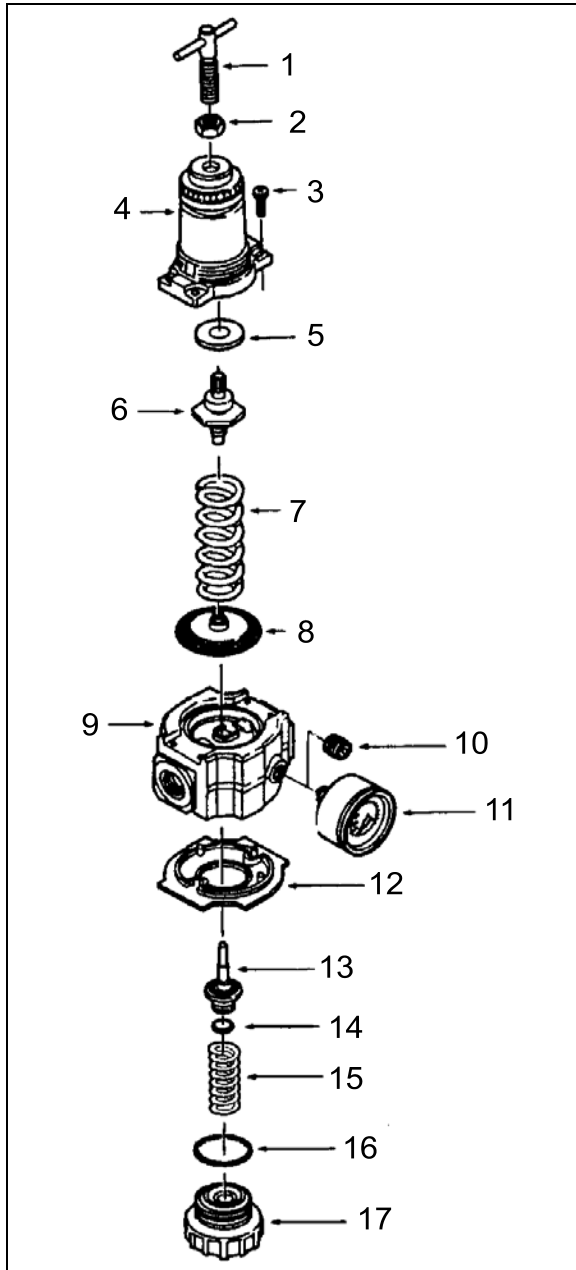

FIGURE 52 : RÉGULATEUR DE PRESSION PNEUMATIQUE
1. Avant de remettre en marche la pression du système à air comprimé, relâcher l'écrou de blocage (2, Figure 52) puis faire tourner dans le sens antihoraire la poignée de réglage du régulateur jusqu'à ce que la charge soit retirée du ressort de régulation.
5. Serrer l'écrou de blocage (2, Figure 52) pour bloquer la pression de consigne.
1. Couper la pression d'admission et réduire à zéro la pression dans les conduites d'admission et de sortie. Faire tourner la poignée de réglage du régulateur (1, Figure 52) dans le sens antihoraire jusqu'à ce que toute la charge soit retirée du ressort de régulation. Le régulateur peut être démonté sans enlever la conduite d'air.
1. Lubrifier le joint torique (14 et 16, Figure 52), la tige de soupape (13), l'extrémité de la vis de réglage (1) et la circonférence extérieure ainsi que les deux côtés de la rondelle de butée (8) au moyen d'une fine couche de graisse pour joint torique de bonne qualité.